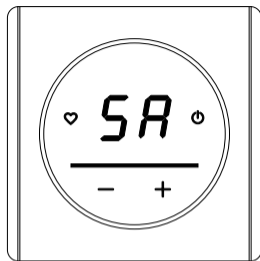

Fig. 10
6. Activez le mode EZ Config sur le thermostat en maintenant enfoncés les boutons "⏻" et "+" pendant 3 secondes. Les symboles "SC" apparaîtront à l'écran, confirmant l'activation de ce mode, et le bouton "⏻" commencera à clignoter en rouge toutes les 0,5 secondes (Fig. 10).